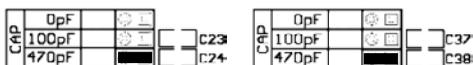
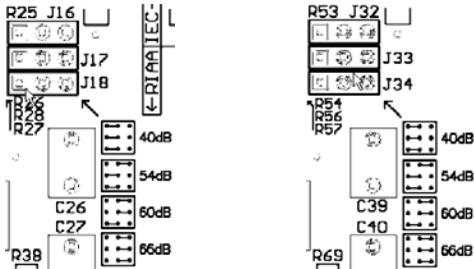

Figure 6: Réglage de la capacité de charge à 470pF, canal gauche et droit
Figure 9: Diagramme imprimé pour le niveau de réglage du gain, canal gauche et droit
Habituellement, l'ajustement de la charge capacitive n'aura d'incidence qu'avec des cartouches à aimant mobile. Si vous utilisez une cartouche à bobine mobile, nous vous recommandons de régler la charge capacitive à 0pF en plaçant les cavaliers à coté de 0pF (canal gauche et droit). Si vous utilisez une cartouche à aimant mobile, expérimentez les trois possibilités, en sélectionnant la position du cavalier qui donne le meilleurs résultat sonore. Si, par exemple, le meilleurs choix sonore est à 470pF, placez les cavaliers sur les supports à coté de 470pF. (Voir Figure 6)
Pour le canal gauche et droit, les récepteurs de cavaliers ont trois broches permettant deux positions possibles. Le réglage par défaut est positionné sur la courbe RIAA avec le cavalier occupant la position inférieure (broche centrale et broche inférieure), comme l'indique la figure 6. Pour choisir la courbe IEC, placez les supports de cavaliers en position supérieure (broche centrale et broche supérieure). Voir Figure 9.
Il y a trois (3) supports de cavaliers pour chaque canal et qui seront utilisés pour ajuster le gain. Chaque support de cavalier a trois broches permettant deux positions de réglages. Un diagramme imprimé sur le circuit vous permettra de choisir le gain correspondant pour chaque canal (voir Figure 9).